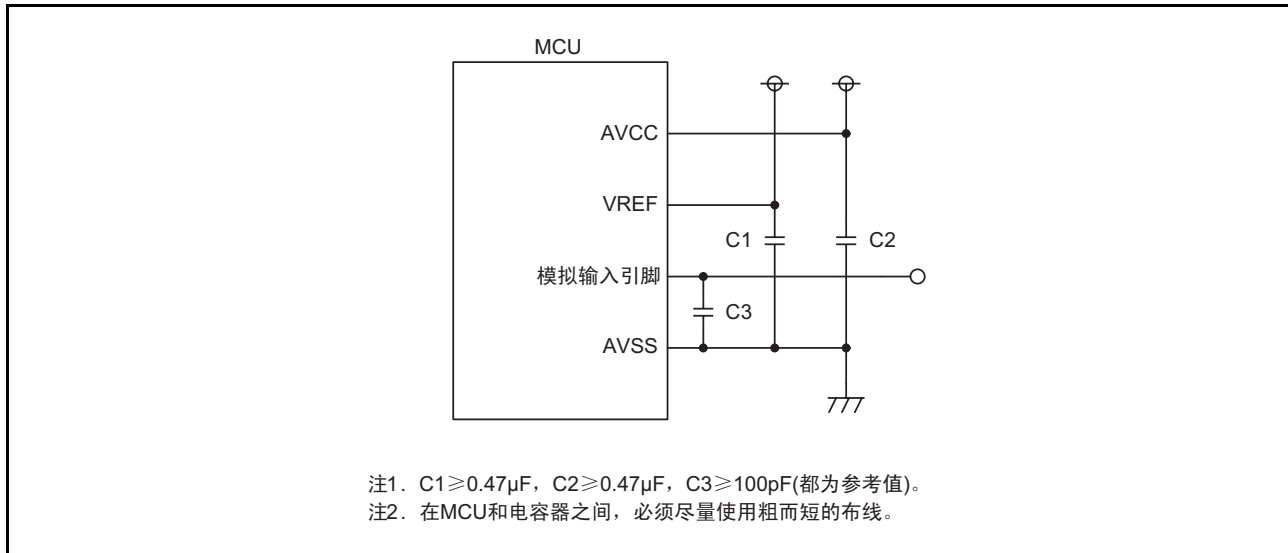

图 19.11 A/D 相关引脚的处理例子
- 为了防止噪声引起的误动作和闩锁以及减少转换误差，必须在 AVCC 引脚、VREF 引脚、模拟输入引脚（AN\_0~AN\_7、AN0\_0~AN0\_7、AN2\_0~AN2\_7、AN15\_0~AN15\_7）和 AVSS 引脚之间分别插入电容器。引脚的处理例子如图 19.11 所示。